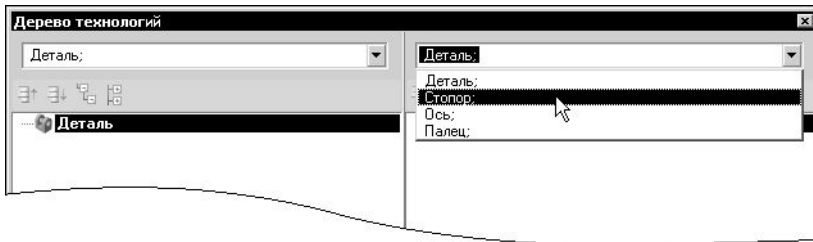

Рис. 9.22. Выбор ТП-аналога
5. В другом окне выберите один из загруженных ТП-аналогов (рис. 9.22).